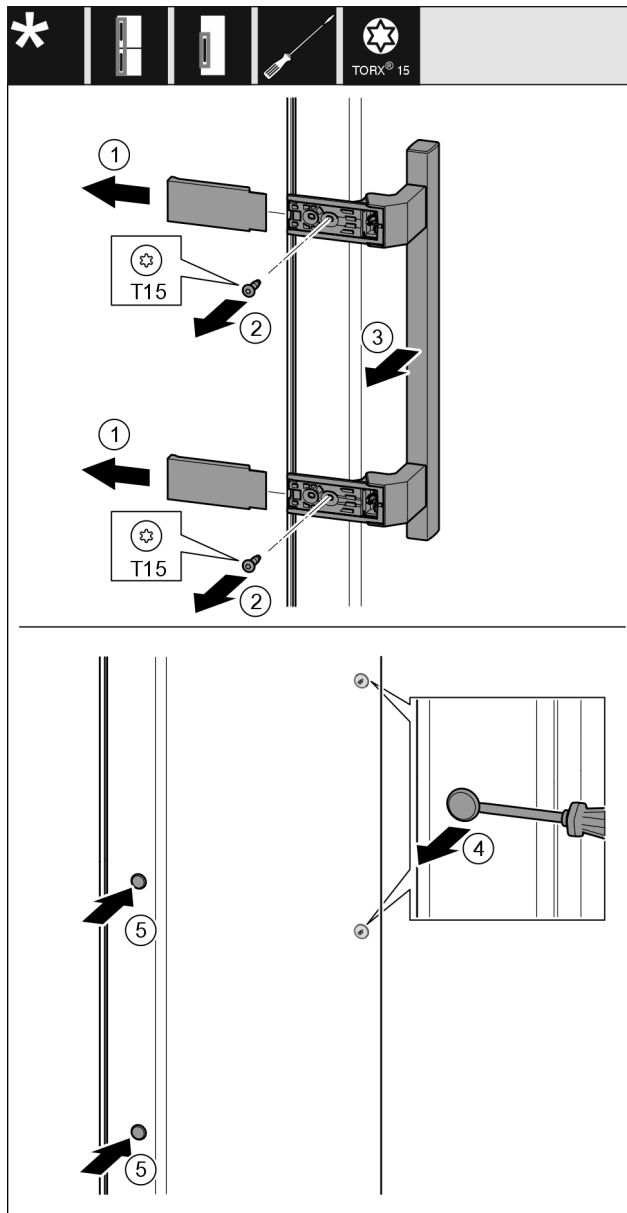

Fig. 18
- ▶ Снимите крышку Fig. 18 (1).
- ▶ Выкрутите винты Fig. 18 (2) отверткой.
- ▶ Снимите ручку Fig. 18 (3).
- ▶ Осторожно приподнимите шлицевой отверткой боковую заглушку Fig. 18 (4) и извлеките ее.
- ▶ Снова установите заглушку Fig. 18 (5) с другой стороны.